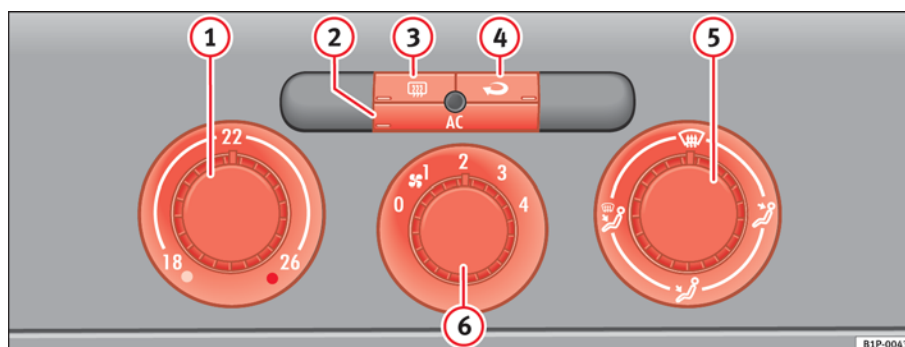

Fig. 106 Mandos del Climatic en el tablero de instrumentos
- Con los reguladores ⇒ fig. 106 ① y ⑤ y con el mando ⑥ se regula la temperatura, la distribución del aire y la velocidad de la turbina.
- Pulse la tecla ②, ③ o ④ para activar o desactivar la función correspondiente. Cuando la función está activa, la ventana situada en la esquina inferior de la tecla se ilumina.
① Regulador de temperatura ⇒ página 146
② Tecla **AC** – Encender o apagar el grupo refrigerador ⇒ página 146
③ Tecla – Luneta térmica. Esta función se apaga automáticamente aproximadamente 20 minutos después de haberla conectado. Se puede desconectar antes pulsando de nuevo la tecla.
④ Tecla – Recirculación de aire ⇒ página 148
⑤ Regulador de la distribución de aire ⇒ página 146
⑥ Mando de la turbina. El caudal de aire tiene 4 niveles de ajuste. La turbina debería funcionar siempre en el nivel más bajo cuando se circule a poca velocidad. ▶
- Encienda el climatizador con la tecla $\Rightarrow$ página 145, fig. 106 .